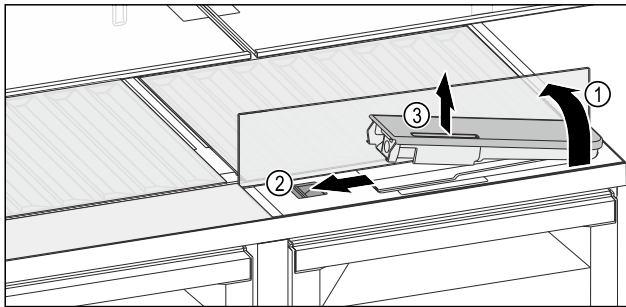

Fig. 140
- ▶ Glasplatte anheben und bis zum Anschlag nach hinten klappen Fig. 140 (1).
- ▶ Schieber Fig. 140 (2) nach links schieben.
- ▶ Wassertank entnehmen Fig. 140 (3).